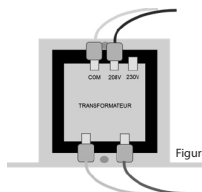

Figure 2: Branchement 208V
3. Enlever le câble de branchement du connecteur de droite (étiqueté 230V) et brancher le câble au connecteur du centre (étiqueté 208V), illustré dans la Figure 2 ci-dessous.